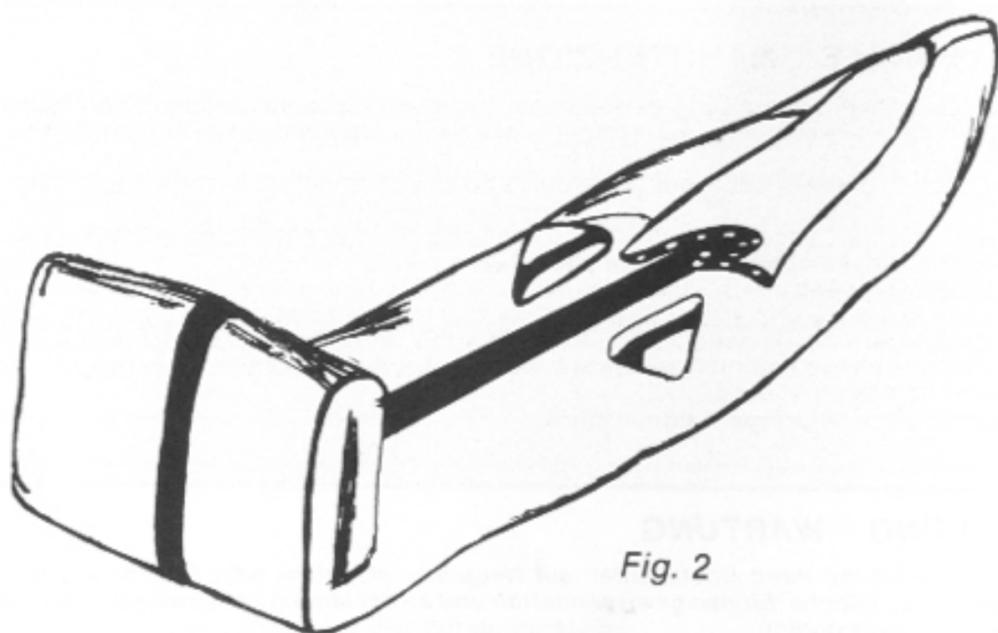

Fig. 2
- Enrouler le bateau autour du tableau jusqu'à la planche butée. Laisser au bateau le temps de se dégonfler (fig.2).